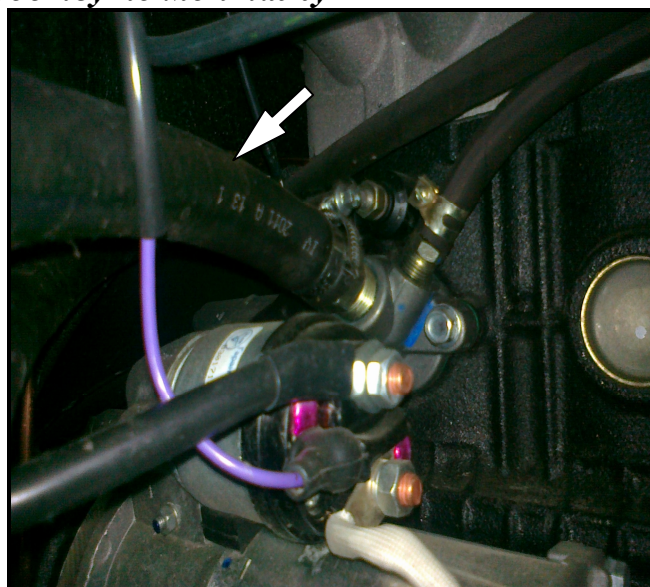

Рис.2 Нагнетающий печной патрубок
3.6. Ослабить хомут крепления нагнетающего печного патрубка к блоку двигателя, снять патрубок (рис. 2). Отступить от края рукава 180 мм и разрезать патрубок.